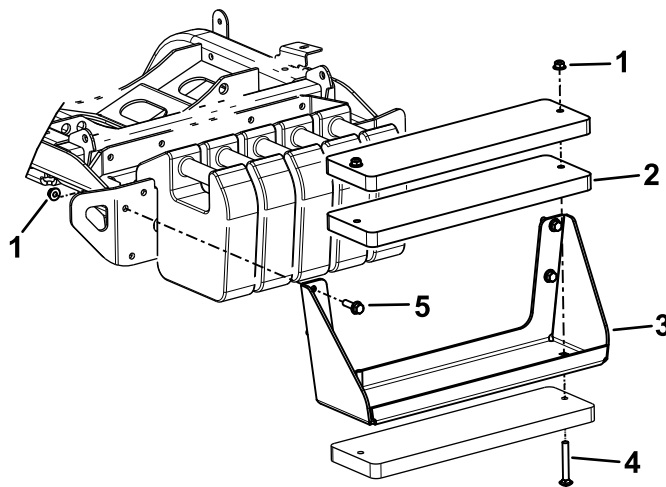

Bild 19
Hinweis: Siehe Bild 19 für diese Schritte.
- A. Befestigen Sie die drei Gewichte mit den Schrauben ($\frac{3}{8}$ " x 4") und Muttern ($\frac{3}{8}$ ") an der Ballasthalterung (Bild 19).
- B. Verwenden Sie die Sechskantschrauben und Muttern (im Kit enthalten), um die Ballasthalterung an der Maschine zu befestigen (Bild 19).
- A. Entfernen Sie die Ballasthalterung von der Maschine (Bild 19).
- C. Befestigen Sie die drei Gewichte mit den Schrauben ($\frac{3}{8}$ " x 4") und Muttern ($\frac{3}{8}$ ") an der Ballasthalterung (Bild 19).
- D. Verwenden Sie die zuvor entfernten Befestigungselemente, um die Ballasthalterung an der Maschine zu befestigen (Bild 19).